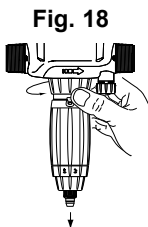

Fig. 18
- Dévisser l'écrou de maintien du sous-ensemble dosage (Fig. 18).